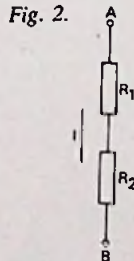

Fig. 2.
2. Tussen de punten A en B staat een spanning van 30 V (zie fig. 2). De stroom I is 2 A. Maakt men de weerstand R_2 driemaal zo groot als hij eerst was, dan is $I = 1,2$ A. Bereken R_1 en R_2 .